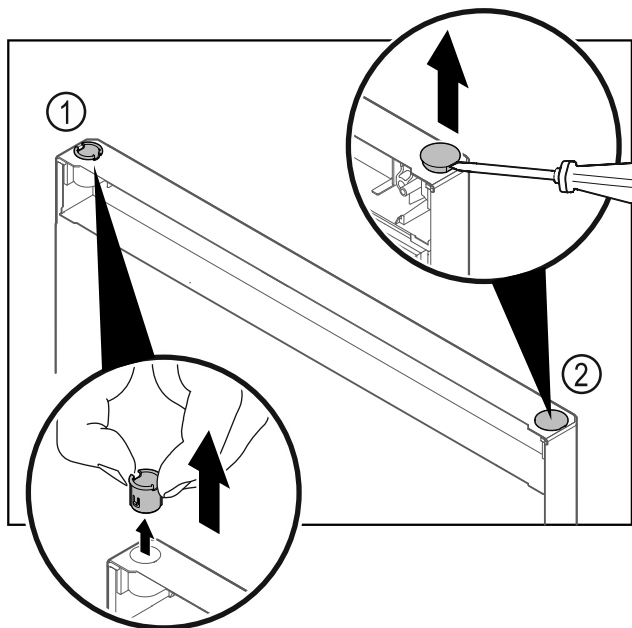

Fig. 26
- ▶ Nxirrni jashtë bokullën e menteshës Fig. 26 (1) me gishta.
- ▶ Ngrini lart me kujdes tapën mbuluese Fig. 26 (2) me një kaçavidë me kokë petë dhe nxirreni jashtë.